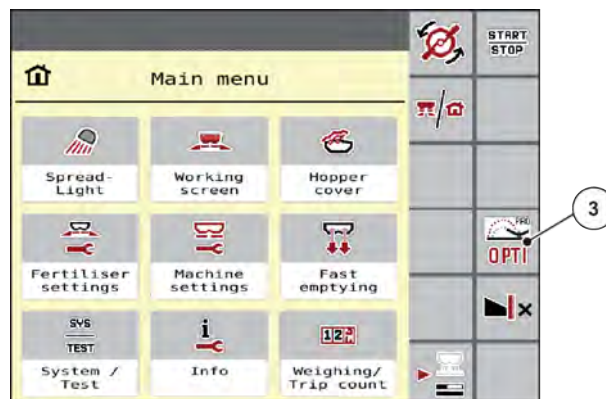

Fig. 16: OptiPoint activat în meniul principal
- ▶ Apăsați tasta funcțională „OPTI”, pentru a activa modul capăt de parcelă. Se poate activa și din meniul principal, consultați Fig. 16 OptiPoint activat în meniul principal. În afișajul de operare, pe partea corespunzătoare (stânga sau dreapta) apare indicația că modul capăt de parcelă este activ.